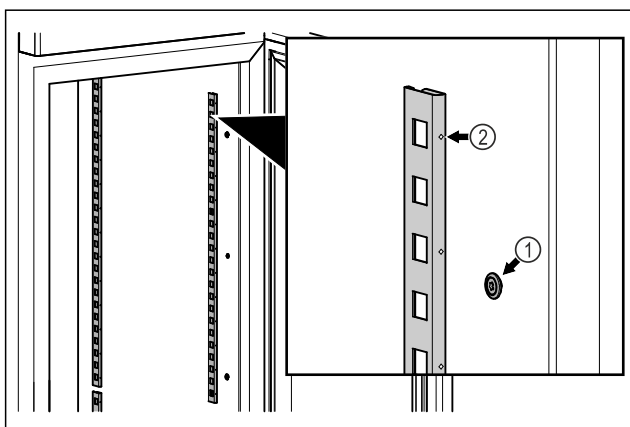

Fig. 83 Exempel
- Haka fast haklisterna i upphängningen Fig. 83 (1). Markeringen Fig. 83 (2) måste peka framåt.